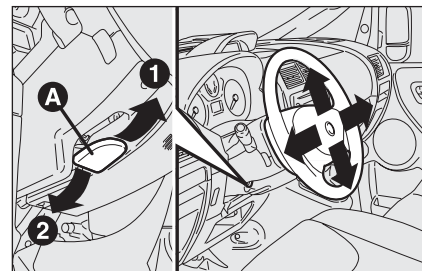

fig. 35
- ☐ sbloccare la leva **A**-fig. 35 spingendola in avanti (posizione 2);